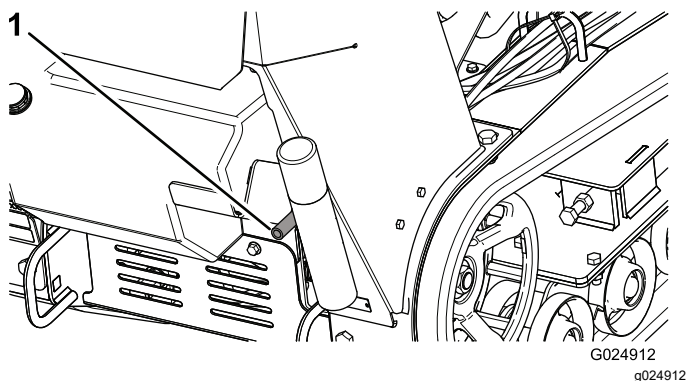

Bild 34
5. Stellen Sie eine Auffangwanne unter den Ablassschlauch. Drehen Sie das Ölablassventil, damit das Öl ablaufen kann (**Bild 33** und **Bild 34**).